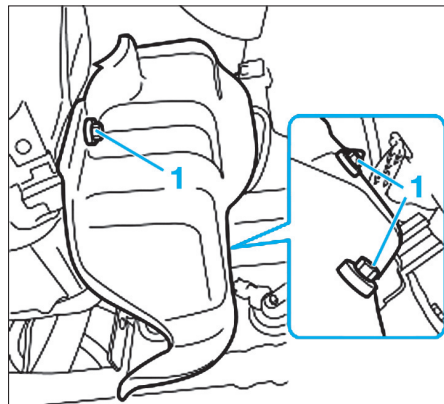

Fig. 41
- Dévisser les vis (1) de la cloison pare-chaleur (Fig.41).